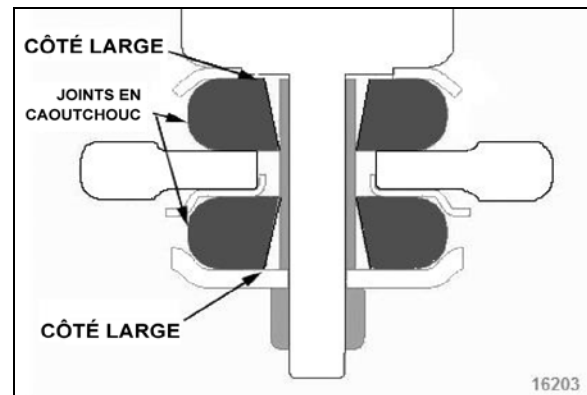

FIGURE 42: BAGUES DE MONTAGE INFÉRIEUR D'AMORTISSEUR 16203
3. Sur le montage inférieur, poser les joints de caoutchouc avec le côté large du trou conique comme illustré dans Figure 42.